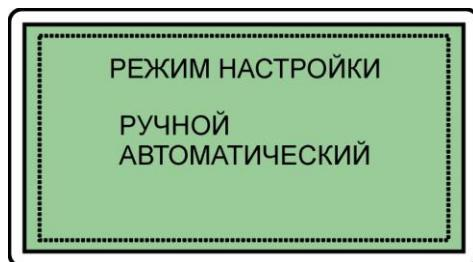

Рис. 6.3 Выбор режима настройки дефектоскопа
6.1.3.1 Для выбора ручного или автоматического режима настройки (рис. 6.3) кнопками " \uparrow ", " \downarrow " установить курсор на соответствующую строку и нажать кнопку " $\leftarrow\rightleftharpoons$ " ВВОД.